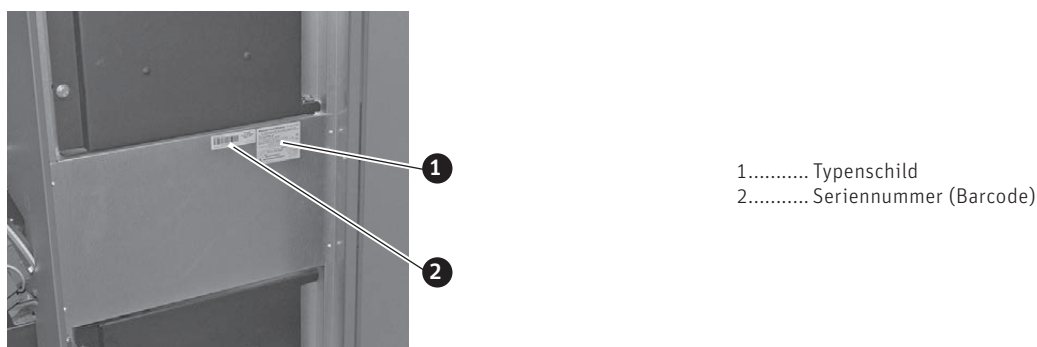

Fig. 98 Typenschild und Seriennummer (Barcode) anbringen
- ▶ Das beiliegende Typenschild und die Seriennummer (Barcode) vorne innen auf Mittelabdeckung anbringen – Fig. 98.